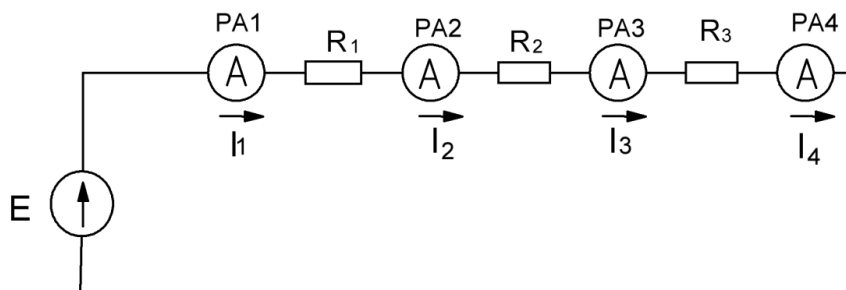

Рис.1
1. Собрать на стенде схему Рис.1